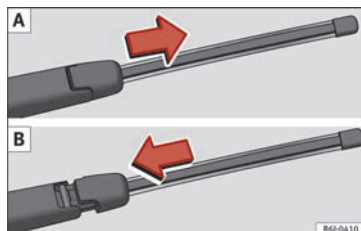

Fig. 172 Retirer et mettre en place le balai d'essuie-glace arrière.
- Faites glisser l'adaptateur du balai dans le sens de la flèche et retirez le balai » **fig. 172 A**.
» **fig. 172 B** puis faites glisser l'adaptateur jusqu'à ce qu'il s'emboîte.